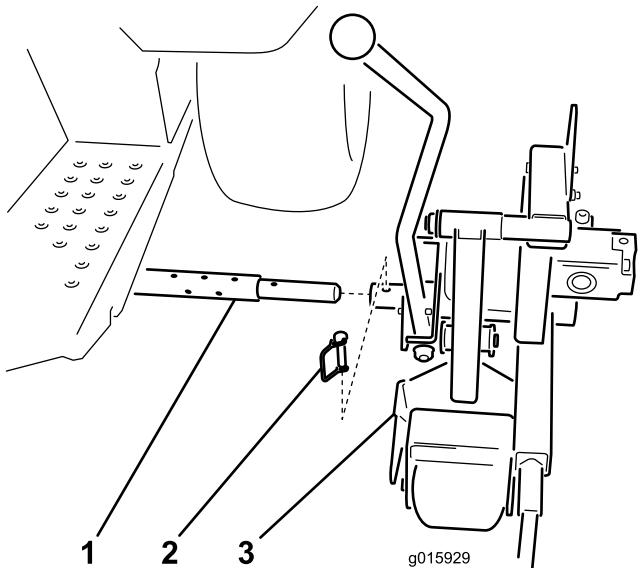

図 5
1. クロスチューブに、カッターヘッドピボットチューブを通す図5。
2. カッターヘッドをクロスチューブにヒッチピンで固定する図 5。